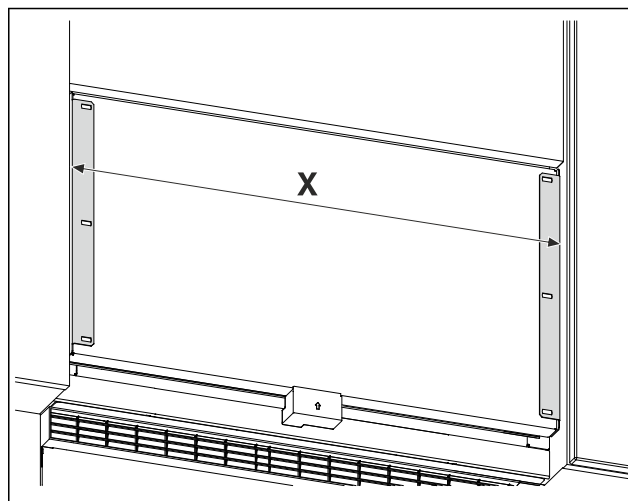

Fig. 27 Beispielhafte Darstellung
- Abstand Fig. 27 (X) zwischen den Außenkanten der Haltewinkel messen.